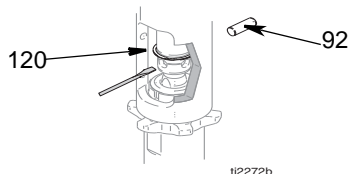

FIG. 7
3. (Fig. 7) Afmonter sugerøret (114) og maleslangen (63) (afmontering foretages ved enden af drejeledet).